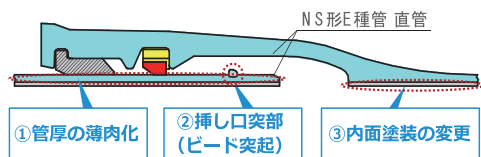

図1 NS形E種管 直管の特長
①管厚の薄肉化、②ビード溶接による挿し口突部形成、③内面塗装の変更により、高い経済性と軽量化を実現した (図1、表1)。